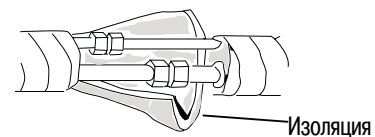

Рис. 31
- Подсоедините трубопровод хладагента к наружному блоку. После выполнения испытания соединительной детали на плотность изолируйте ее при помощи трубного изоляционного материала (рис. 31). Также см. стр. 29 (соединение труб между внутренним и наружным блоками).
Для предотвращения потерь тепла и намокания пола в результате капания конденсата **обе трубы должны быть надлежащим образом изолированы с использованием подходящего изоляционного материала**. Толщина изоляции должна быть не менее 8 мм (рис. 31, 32).